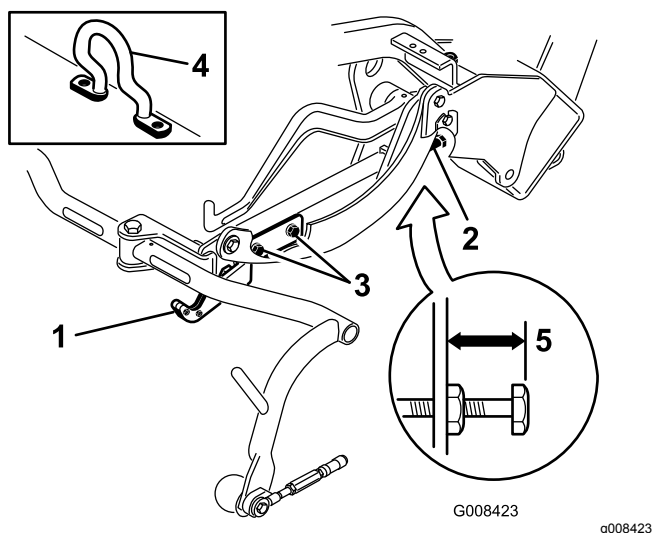
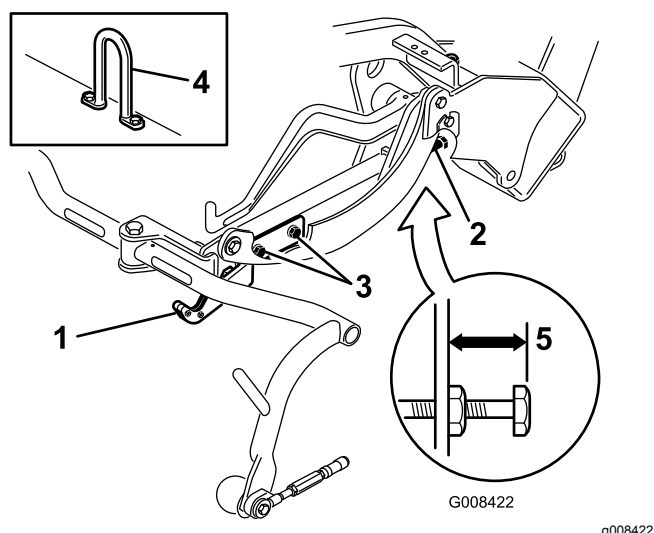
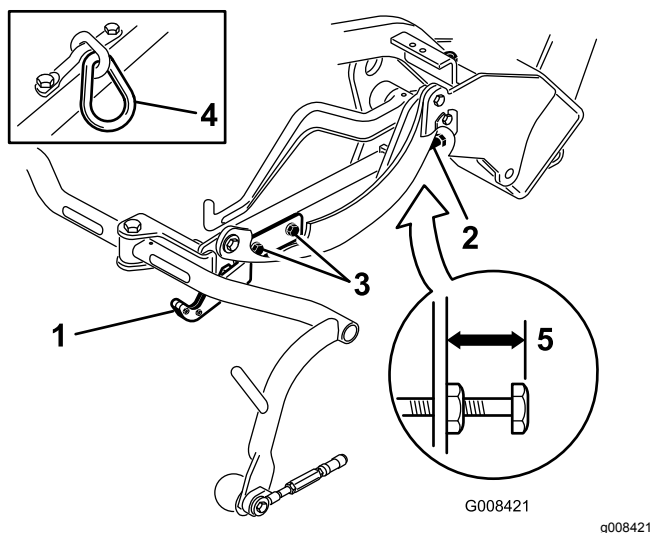

Figura 12
Figura 14
Figura 13
Compruebe la altura de transporte (Figura 13 y Figura 14) y ajústela si es necesario.
2. En unidades de corte equipadas con un gancho de elevación acodado (Figura 12, detalle) compruebe que la distancia entre la parte superior del tornillo de ajuste del bastidor de tiro y el borde trasero del bastidor de tiro es de 25 mm. Si la distancia no es de 25 mm, vaya al paso 4.
3. En unidades de corte equipadas con un gancho de elevación con eslabón de cadena o recto (Figura 13 y Figura 14, detalle), compruebe que la distancia entre la parte superior del tornillo de ajuste del bastidor de tiro y el borde trasero del bastidor de tiro es de 22 mm. Si la distancia no es de 22 mm, continúe con el paso 4. Si la unidad de corte está equipada con un gancho de elevación acodado, (Figura 12), continúe con el paso siguiente.
4. Afloje los tornillos de montaje de la pletina de transporte (Figura 13, Figura 14 y Figura 12).
7. Si los bastidores de tiro no están a la misma altura, afloje la contratuerca del tornillo de ajuste del bastidor de tiro (Fig. Figura 12, Figura 13 y Figura 14). Gire el tornillo hacia fuera para elevar y hacia dentro para bajar. Apriete la contratuerca después de obtener la altura adecuada.